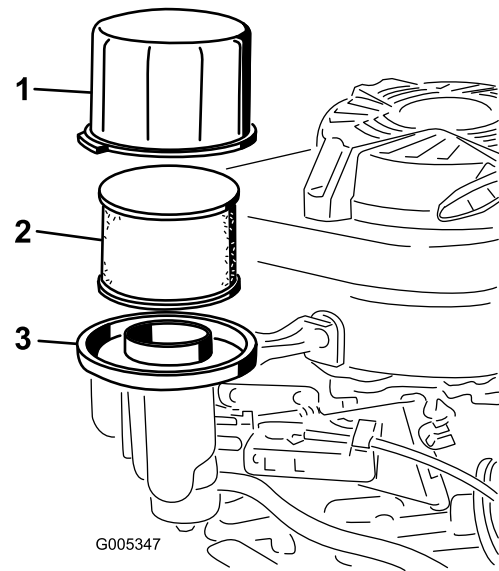

Bild 24
3. Entfernen Sie die Abdeckung und reinigen Sie sie gründlich (Bild 24).
4. Nehmen Sie den Schaumvorfilter und den Papierluftfilter aus dem Luftfilterunterteil heraus (Bild 24).